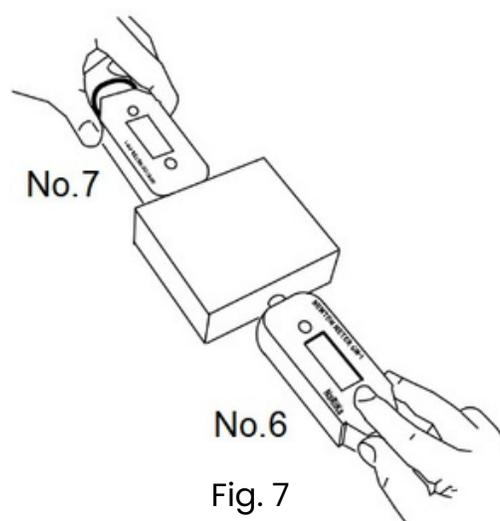

Fig. 7
Movimiento y fuerza neta cuando se aplican dos fuerzas iguales en direcciones opuestas (ver Fig. 7)
2. Ubica un dinamómetro a cada lado del bloque, como en la Fig. 7.